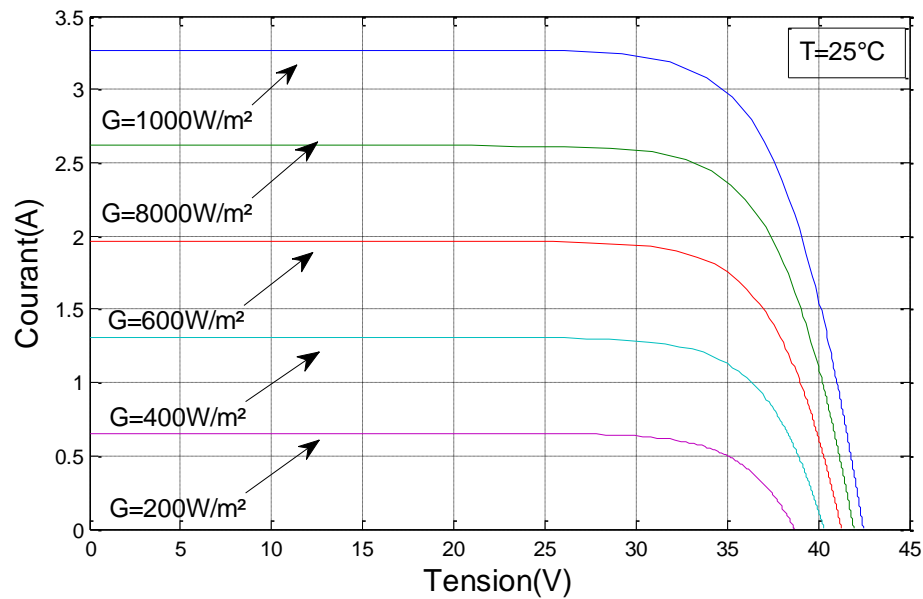
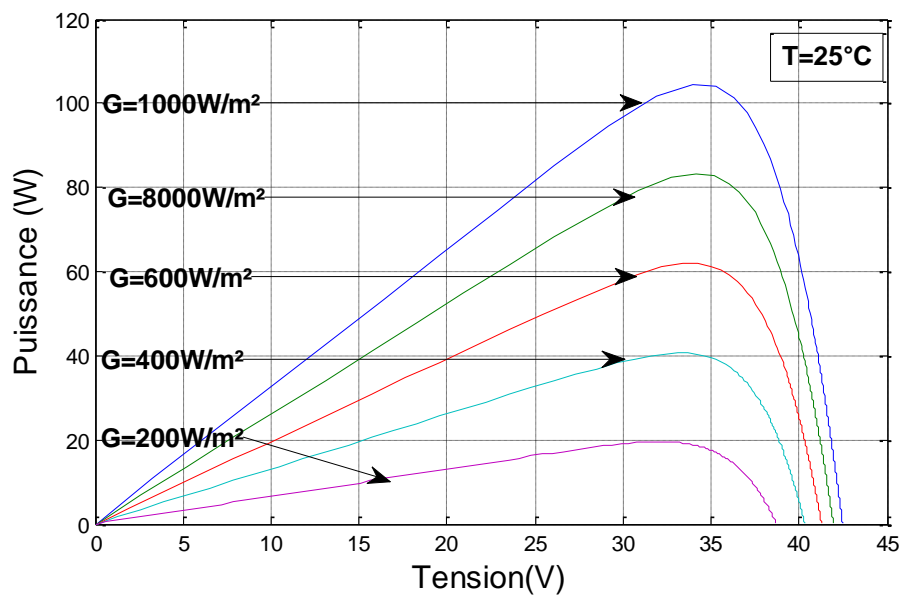

Figure I.10. Influence de l'ensoleillement sur la caractéristique ($I-V$) à température constante
Figure I.11. Influence de l'ensoleillement sur la caractéristique ($P-V$) à température constante
- Les points de puissance maximale se situent à peu près à la même tension (Voir figure I.10 et figure I.11).